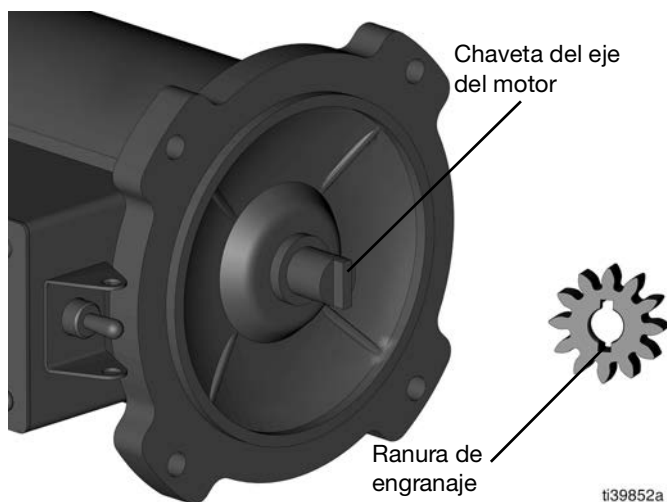
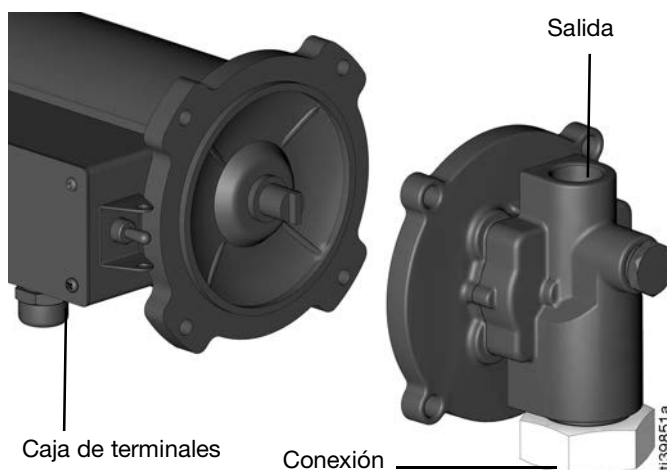

FIG. 39
FIG. 40
5. Coloque el conjunto del alojamiento de la bomba en el motor. La chaveta del eje del motor debe coincidir con la ranura del engranaje en la cubierta interior. La salida de la bomba debe estar orientada hacia arriba y la caja de terminales debe estar centrada entre la salida y la entrada de la bomba (FIG. 39 y FIG. 40).